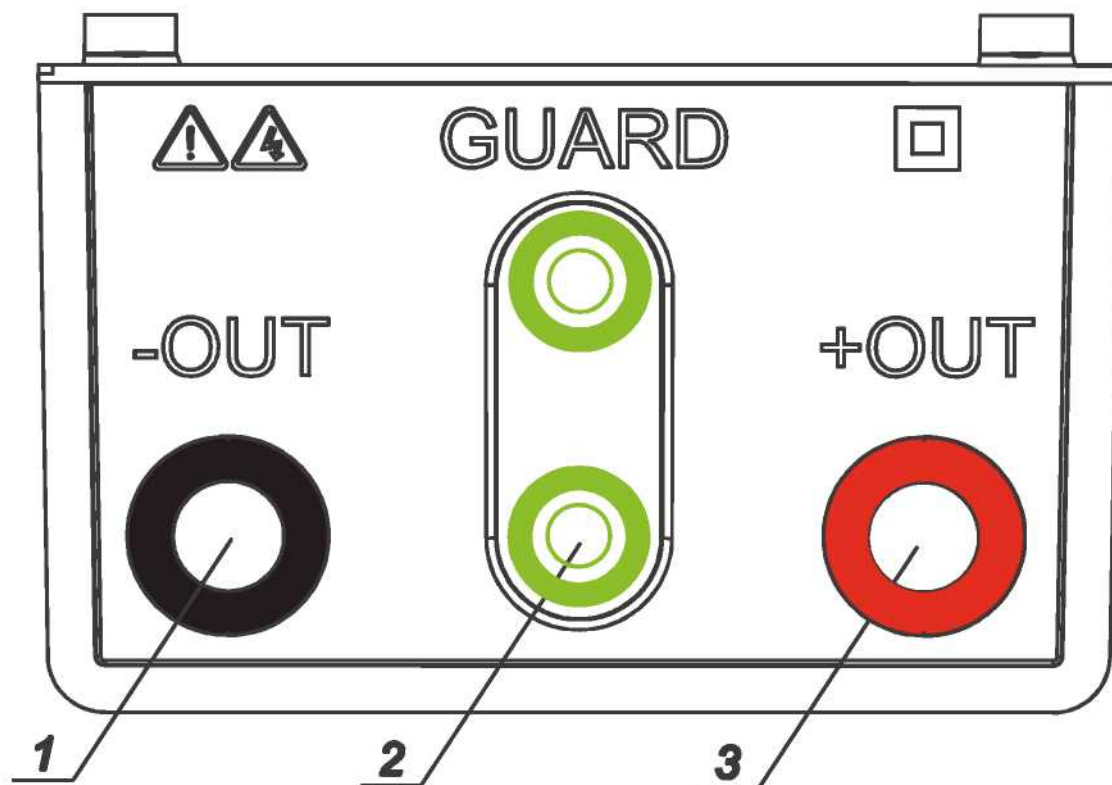

Рис. 3. Разъемы для измерительных проводов
- Разъем для подключения измерительных проводов к четырем гнездам типа «банан» (Рис. 3),